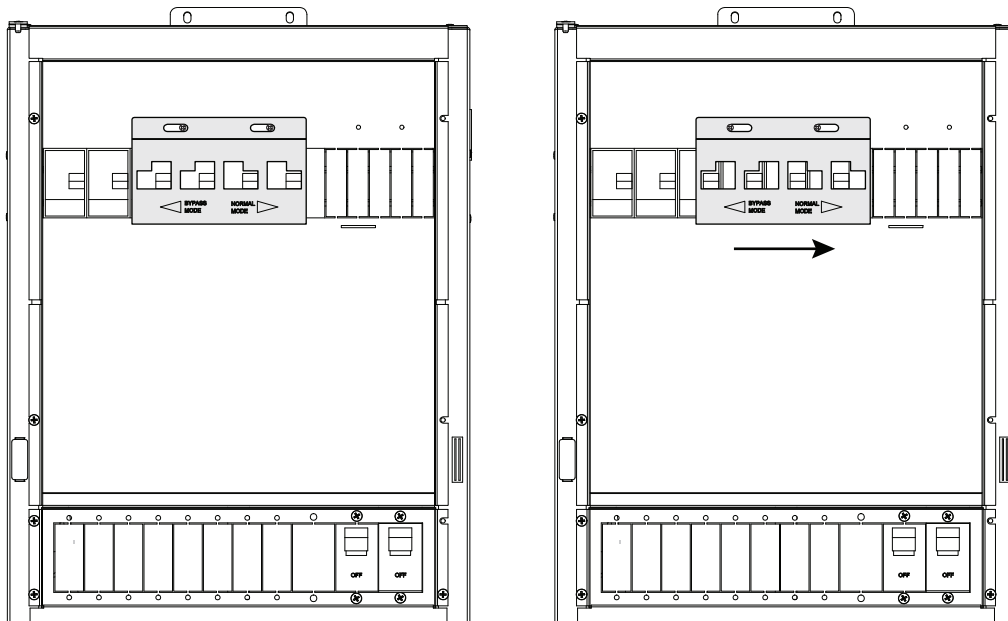

Figura 3-26 Instalación de la placa de enclavamiento de derivación diseñada a medida
- Instale la placa de enclavamiento de derivación diseñada a medida, como se muestra en Figura 3-26 en las páginas 3-48.
2. Verifique que los interruptores estén en la posición hacia abajo, coloque la placa de enclavamiento de derivación sobre los interruptores, como se muestra en Figura 3-26, y fíjelo con los elementos suministrados.
3. Para establecerlo en posición Normal, deslice la placa de derivación hacia la derecha, como se muestra en Figura 3-26.
10. Instale la placa de enclavamiento de derivación diseñada a medida, como se muestra en Figura 3-26 en las páginas 3–48.